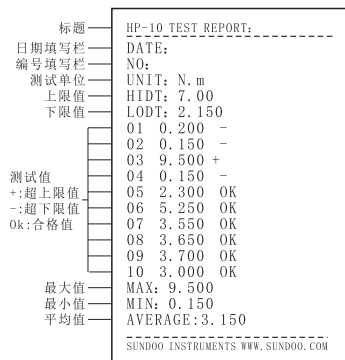

图5
- 2、当串口输出模式设定为Pr.2时，为输出至微型打印机打印储存的10组数据。按下“打印”键，液晶屏闪烁显示“Print”，同步打印出测试报告，打印样张（如图5）。